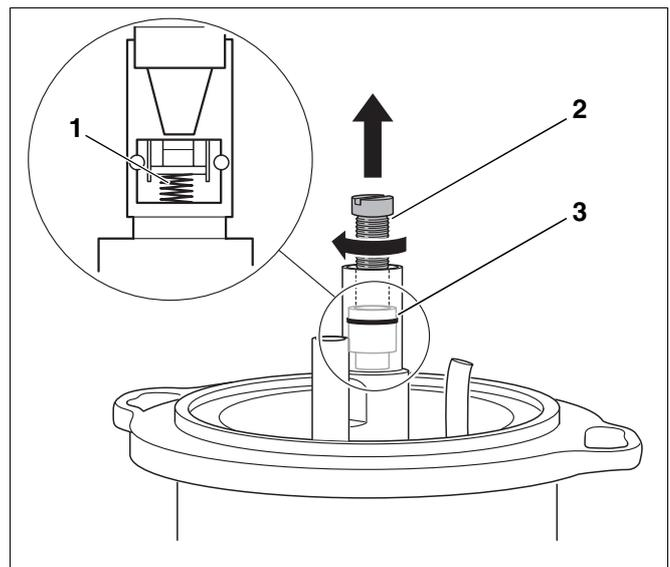

Fig. 62 Sostituire la valvola di chiusura
La valvola di chiusura (fig. 62, **pos. 3**) del preriscaldatore del gasolio funziona come una valvola di non ritorno. Quando è in funzione la pompa del gasolio, il gasolio viene spinto attraverso la valvola di chiusura. Se la pompa si spegne, la valvola di chiusura si chiude con una molla (fig. 62, **pos. 1**).
- Avvitare la vite M5 x 50 (fig. 62, **pos. 2**).
- Estrarre la valvola di chiusura (fig. 62, **pos. 3**).